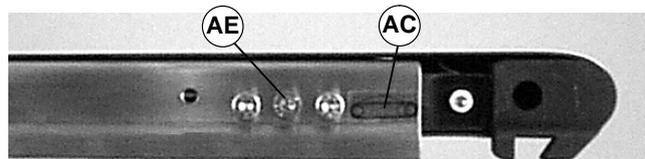

Abbildung 21
4. Mit dem Ritzel im Eingriff einen 4 mm Sechskantschlüssel in die Klemmschraube einsetzen (AE siehe Abbildung 21).
- Mit dem Ritzel im Eingriff einen 4 mm Sechskantschlüssel in die Klemmschraube einsetzen (AE siehe Abbildung 21).